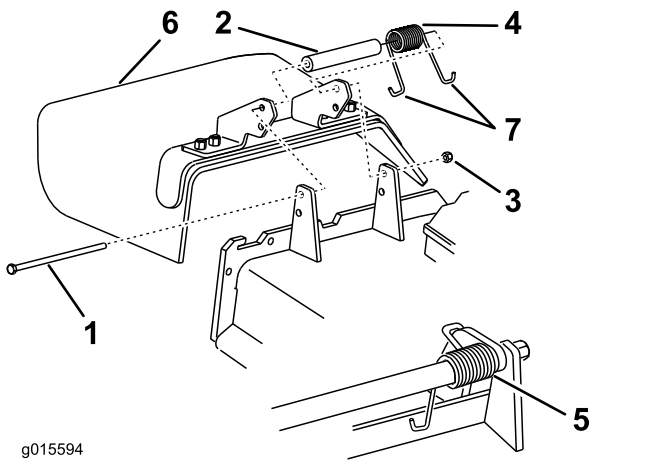

Figure 104
1. Retirez le contre-écrou, le boulon, le ressort et l'entretoise qui fixent le déflecteur aux supports de pivot (Figure 104).
Remarque: Prenez soin de placer une extrémité en **J** du ressort derrière le bord du tablier avant de mettre le boulon en place, comme montré à la Figure 104.
5. Accrochez une extrémité en **J** du ressort au déflecteur d'herbe (Figure 104).